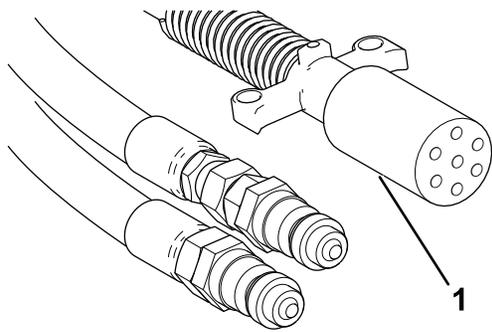

Рисунок 21
10. Подключите витой кабель питания с 7-штыревыми разъемами к гнездам на машине и тяговом блоке (Рисунок 21).